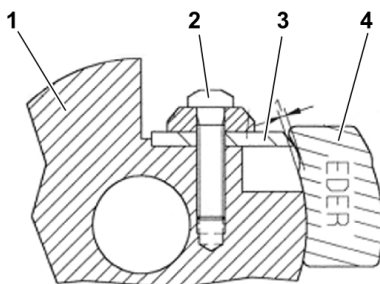

Fig.19: Cambio dei coltelli sulla pialla fresatrice
- > Allentare la vite del coltello (2 - Fig.19).
- > Posizionare il calibro del coltello (4 - Fig.19) contro la testa della fresa (1 - Fig.19) e spingere il coltello (3 - Fig.19) contro il calibro del coltello fino a toccare l'area dentellata.